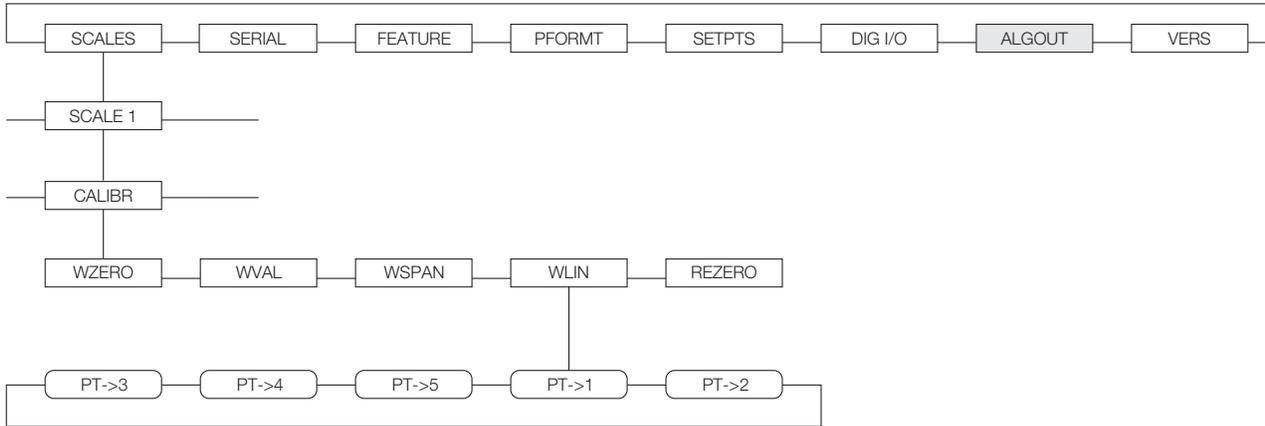
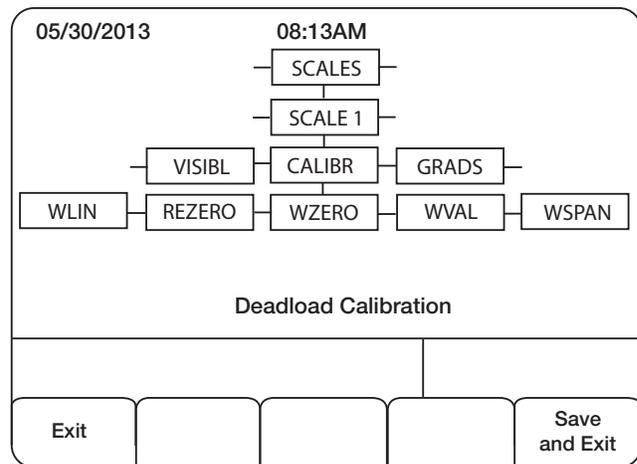

Figura 5-1. Submenú Calibración (CALIBR)
Figura 5-2. Pantalla de Calibración WZERO
El submenú CALIBR (en el menú SCALES, ver Figura 5-2) se emplea para calibrar el 920i. Las pantallas para el cero, amplitud y punto de linealidad, ofrecen un conjunto de teclas suaves que se emplean en los procedimientos de calibración:
2. Con el menú *SCALES* resaltado, presione la tecla **down**, y seleccione la báscula por calibrar. Nuevamente presione **down** (el parámetro *GRADS* se resalta), y presione **left** resaltando el submenú *CALIBR* (ver Figura 5-1). Presione **down** para dirigirse a calibración cero (*WZERO*). Ver Figura 5-2.